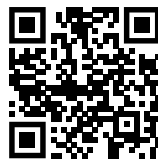

Fig. 128
- ▶ Öffnen sie das Liebherr SmartMonitoring Dashboard. (siehe Fig. 128)